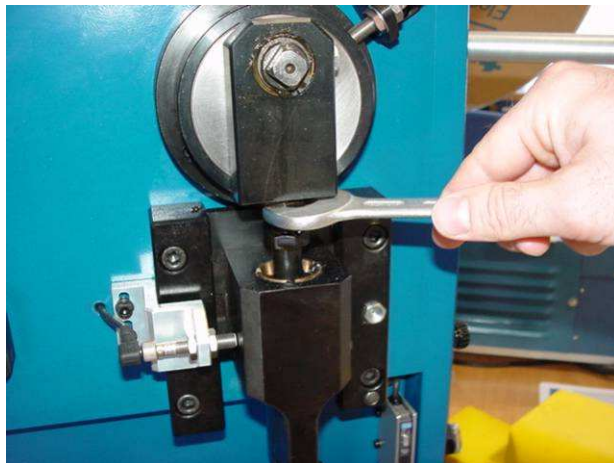

Bild 8
1. Lösen Sie als erstes die Sicherungsmutter an der Hubeinheit (siehe Bild 8).